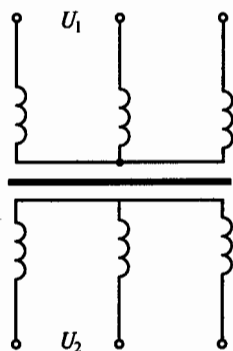

Рис. 177
**6.41.Р.** Обмотки трехфазного трансформатора на рис. 177 соединены по схеме звезда—звезда. Его номинальные данные: мощность  $S_{\text{ном}} = 560 \text{ кВ} \cdot \text{А}$ ,  $U_{1\text{ном}} = 6000 \text{ В}$ ,  $U_{2\text{ном}} = 400 \text{ В}$ . Плотность тока обмоток  $\delta = 8 \text{ А/мм}^2$ . Каково сечение проводов первичной  $S_1$  и вторичной  $S_2$  обмоток?